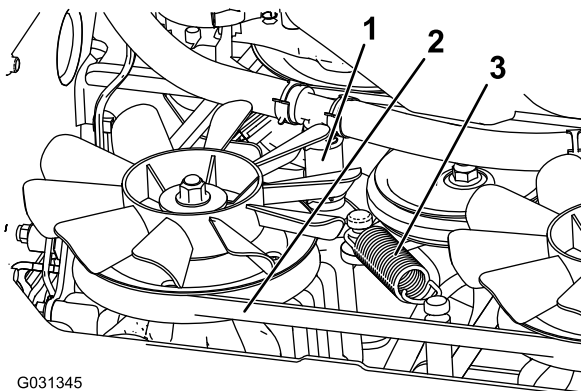

Bild 72
5. Entfernen Sie den unteren Hydraulikschlauch (Bild 72).
6. Entfernen Sie die Spannfeder (Bild 72).
7. Nehmen Sie den Fahrtriebsriemen von der Kupplung und dem Kupplungsanschlag ab (Bild 72).